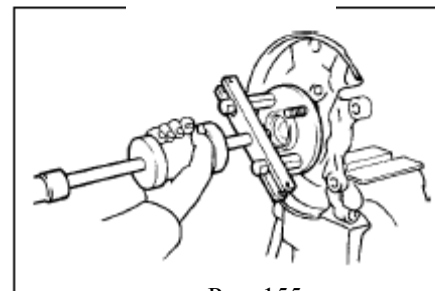

Рис. 155
(1) Выпрессуйте ступицу левого переднего колеса с помощью специнструмента(рис. 155).